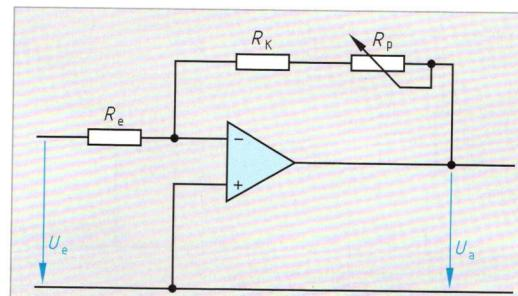

Bild 3: Invertierende Verstärkerschaltung analysieren
- Aus einem Steckbrett ist ein invertierender Verstärker aufgebaut (**Bild 3**). Widerstandswerte:  $R_e = 10 \text{ k}\Omega$ ,  $R_K = 5 \text{ k}\Omega$ ,  $R_p = 200 \text{ k}\Omega$ , Eingangsspannung  $U_e = 0,5 \text{ V}$ . a) In welchen Bereich lässt sich der Verstärkungsfaktor  $V$  einstellen? b) Berechnen Sie die minimale und die maximale Ausgangsspannung  $U_a$ .